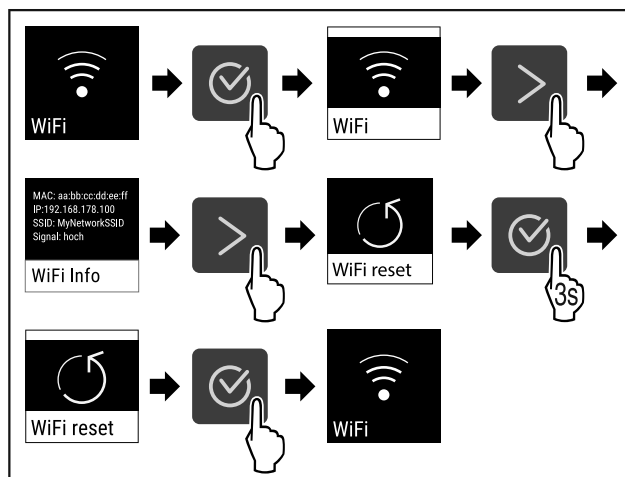

Fig. 77
- Hajtsa végre a művelet lépéseit (lásd Fig. 77) .